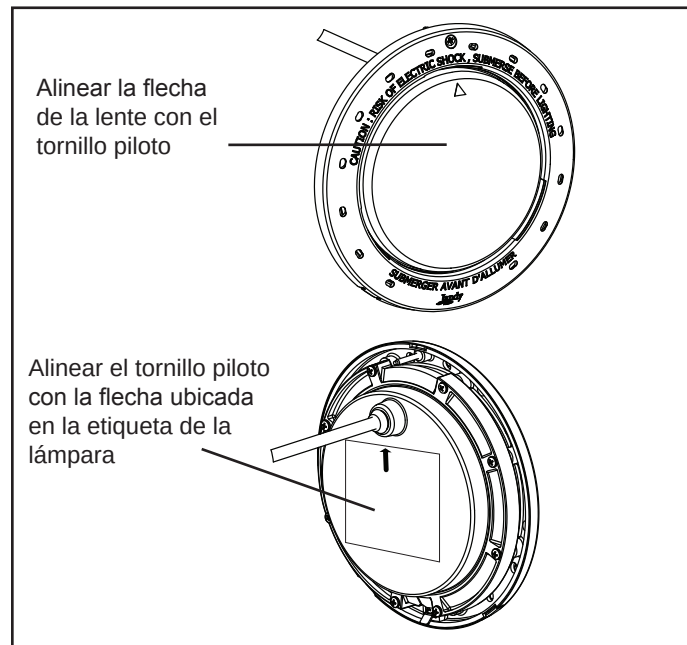

Figura 9. Alineación de lente, aro frontal, carcasa y abrazaderas de luces LED blancas
3. Coloque la lente y la junta sobre la lámpara. Coloque el conjunto del aro frontal sobre la lente y alinee el tornillo piloto con la marca de flecha pequeña en la parte frontal de la lente. Tenga en cuenta que la marca de flecha pequeña en la parte frontal de la lente y el tornillo piloto en el aro frontal deben quedar alineados con la flecha de la etiqueta de la lámpara en la que se indica: "La flecha de esta etiqueta debe alinearse con el tornillo piloto en el aro frontal". Consulte la Figura 9.